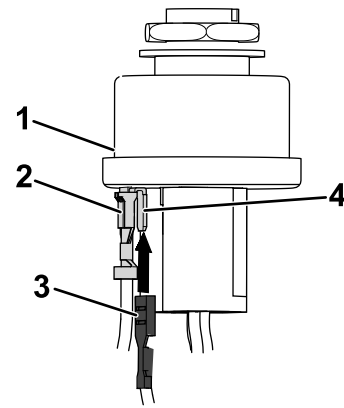

Figura 18
3. Collegate il terminale a forcella del cablaggio preassemblato della macchina al terminale piggyback dell'adattatore del cablaggio (Figura 18).